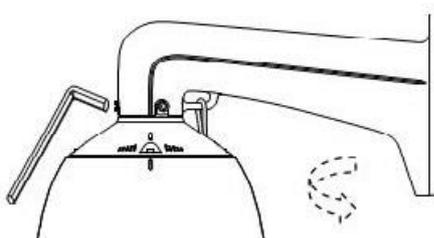

Рисунок 6 - Установка IP-видеокамеры на кронштейне
- проложить кабели подключения через кронштейн IP-видеокамеры и закрепить IP-видеокамеру на кронштейне посредством трех шестигранных болтов М5х16 (рисунок 6);